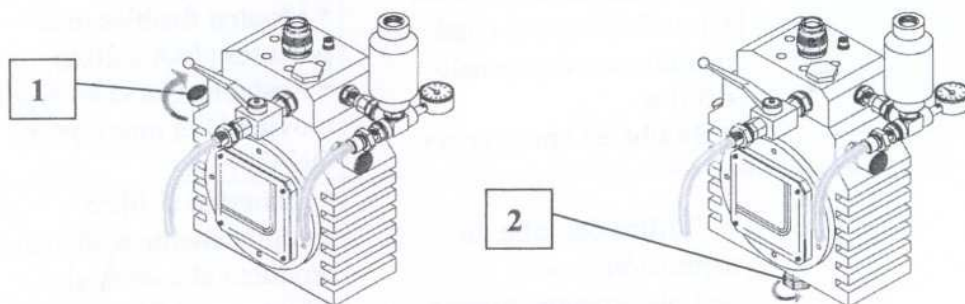

Fig.41
6) Quitar el filtro (fig. 41) colocado en la parte final del tubo de aspiración, quitando el muelle de sujeción y limpiendo con disolvente.
- a) Quitar el tapón de nivel del aceite (1, fig. 41)
- b) Desenrosquen el tapón de descarga situado bajo el cuerpo y dejen salir completamente el aceite (2, fig. 41).